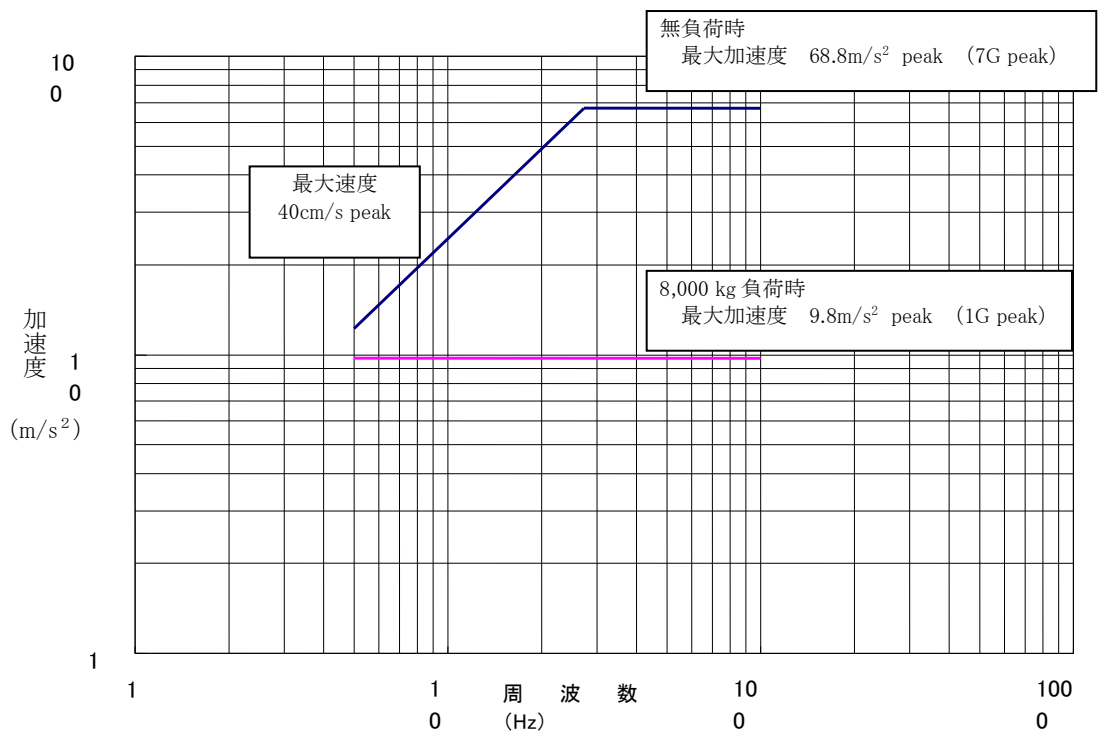

図2-3 最大加振加速度（水平振動台）
| (11) 最大加振加速度  | 無負荷時及び 8,000 kg 搭載時の最大加速度を図 2-3 と 2-4 に示す。   |